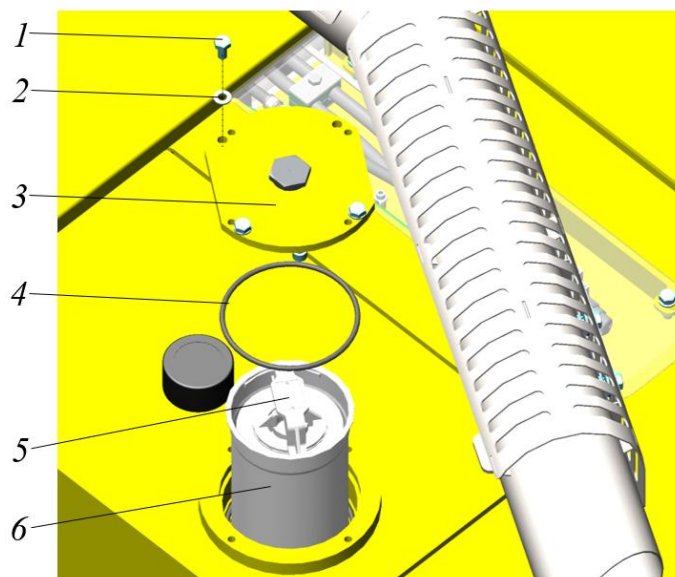

Рисунок 5.29. Процедура замены фильтра в сливной линии
- ▶ Очистить крышку фильтра 3 сливной линии и зону рядом с ней от загрязнений, рис. 5.29.